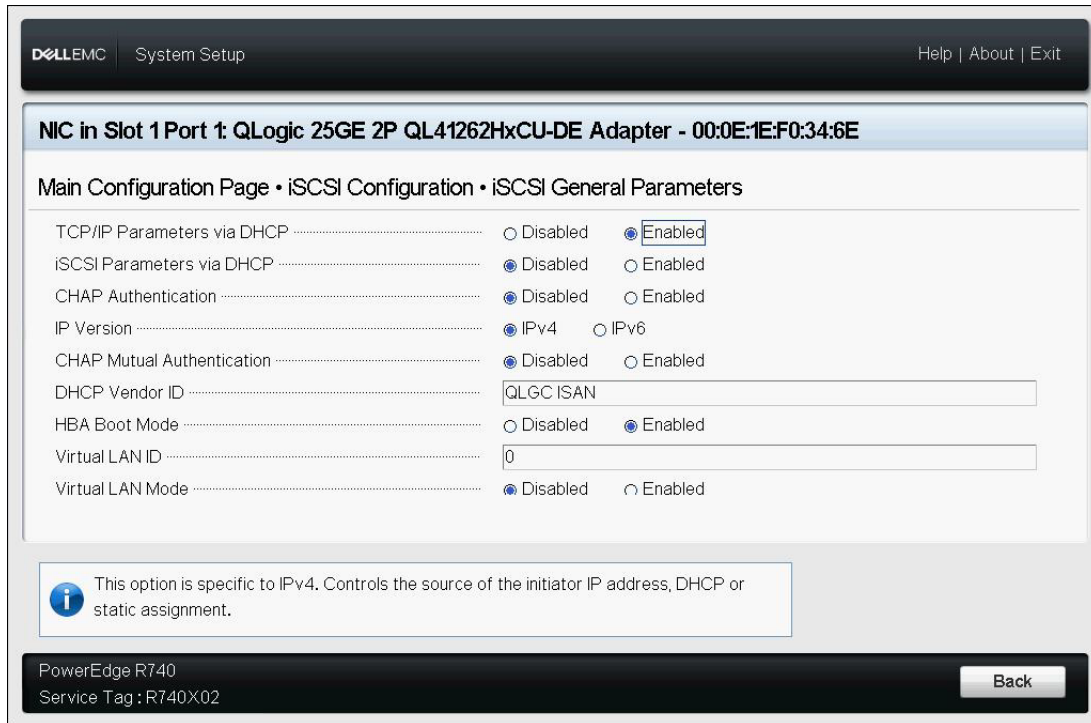

Ilustración 5-11. iSCSI General Parameters (Parámetros generales iSCSI)
- Parámetros generales de iSCSI** (Ilustración 5-11 en la página 64)